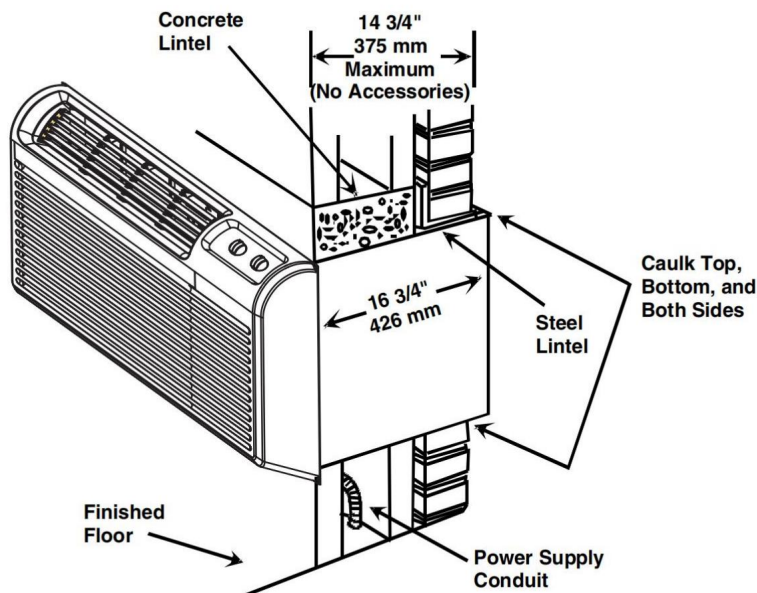

Figura 6
8. Dopo l'installazione, aggiungere materiale sigillante e isolante alle crepe attorno al manicotto, utilizzando un cacciavite piatto o una spatola. Vedere la Figura 6 per un esempio di costruzione.